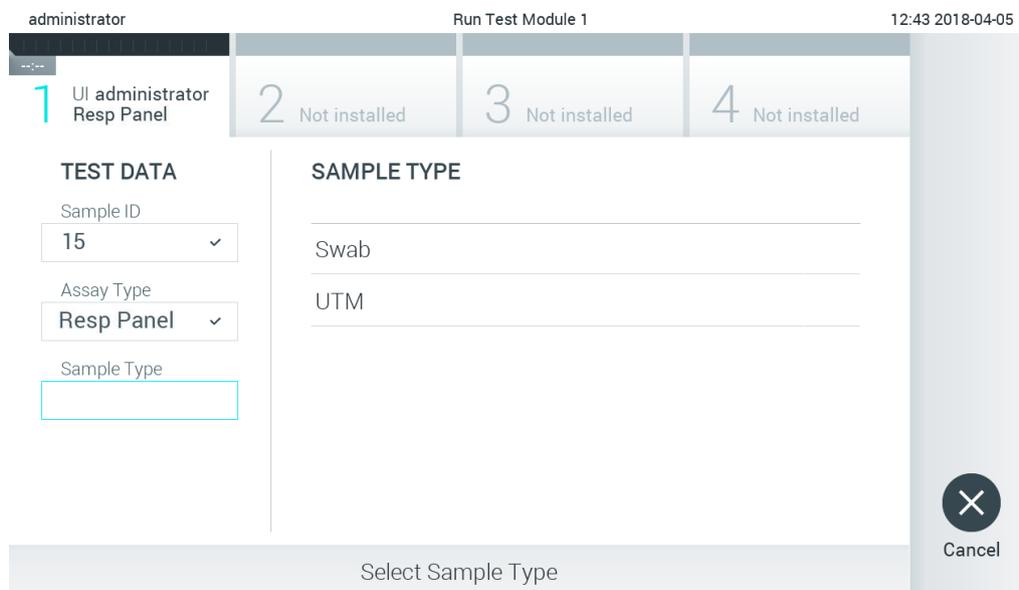

Figura 78. Seleção do tipo de amostra.
5. O campo Assay Type (Tipo de ensaio) é automaticamente preenchido e, se necessário, deve ser manualmente selecionado um Sample Type (Tipo de amostra) apropriado a partir da lista (Figura 78).